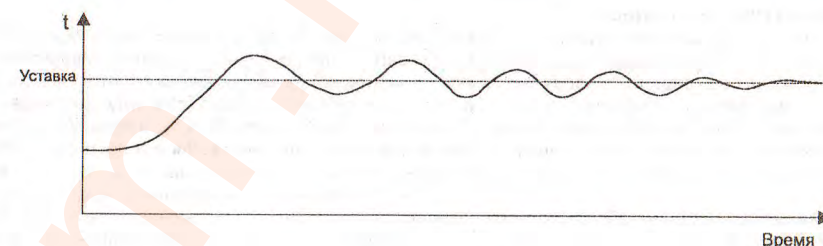
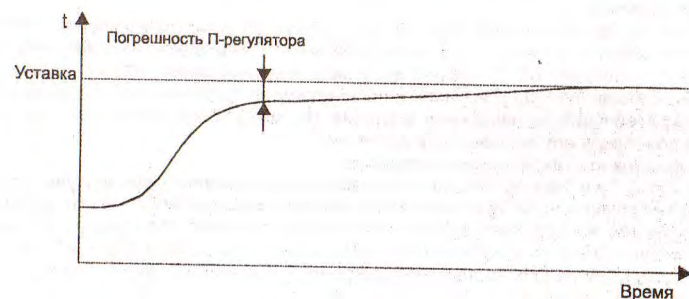

Рисунок 15
Рисунок 13
2) В большинстве случаев ПИД-регулятор необходимо настроить так, чтобы параметр выходил на установленный режим с момента пуска прибора, без коррекций T_i по ходу процесса регулирования. Рассмотрим пример настройки ПИД-регулятора температуры на определенный объект. Если для выхода объекта (холодного) на заданный температурный режим воспользоваться коэффициентом интегрирования, подобранным в процессе регулирования, как описано выше (Рис.13 и 14), то мы получим большой первоначальный заброс температуры и последующие слабозатухающие колебания температуры в районе уставки (Рис. 15).
При слишком большом значении T_i температура достигнет заданной, и будет держаться точно на заданном уровне, но выход может оказаться неприемлемо длительным (Рис. 13).